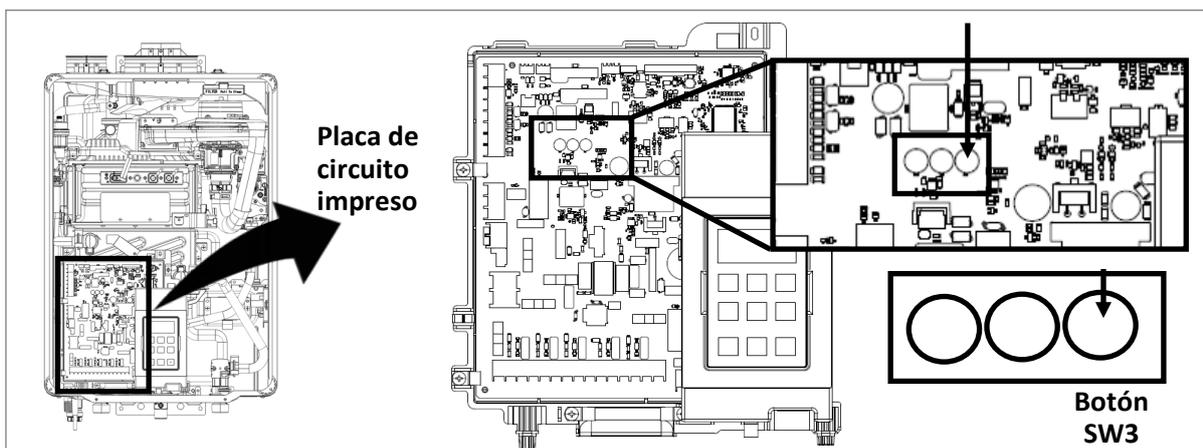
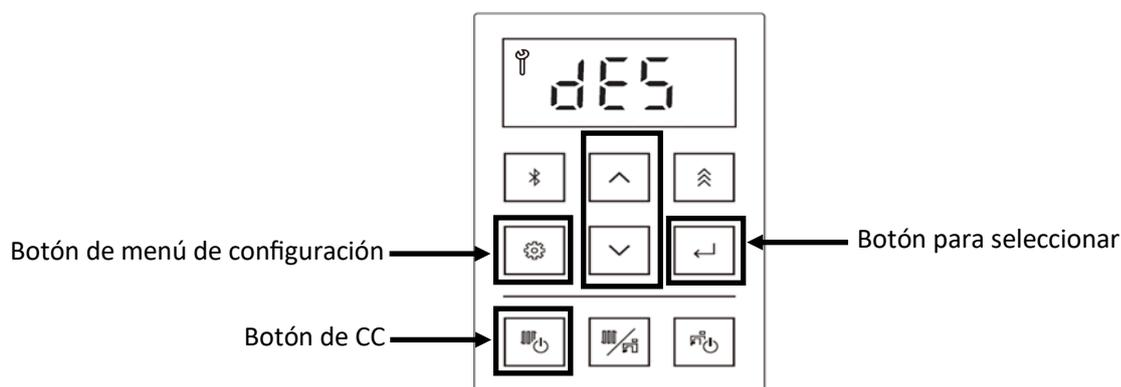

Figura 127
Figura 128
4. Pulse el botón SW3 de la placa de circuito impreso (figura 127).
5. Pulse el botón de flecha arriba o abajo del mando para seleccionar dES (descalcificación) (Figura 128).
6. Pulse el botón Seleccionar para seleccionar el dES (figura 128).
8. Pulse el botón de calefacción central (CC) para iniciar la cuenta regresiva (figura 128).
**Nota:** Si necesita cancelar este procedimiento, puede pulsar el botón Menú de configuración del mando (figura 128), o pulsar el botón SW3 de la placa de circuito impreso (figura 127).